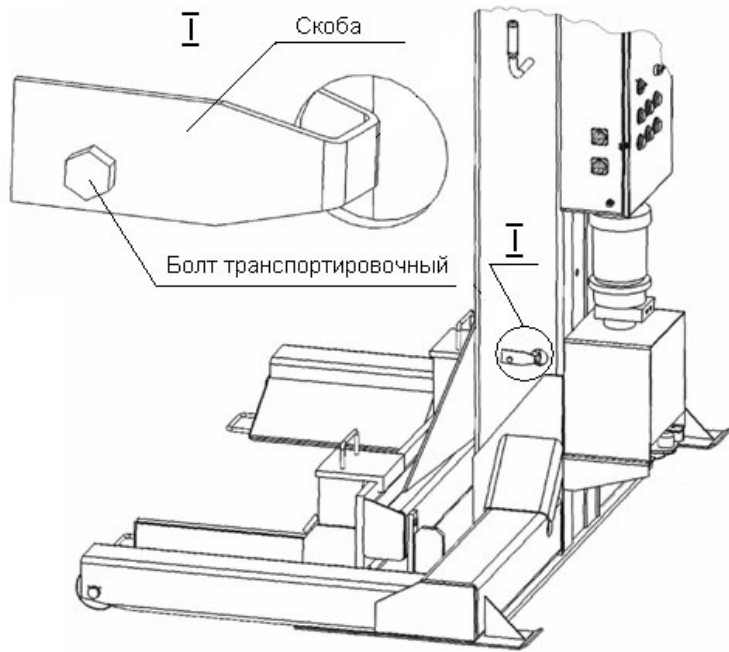

Рис. 5.
6.2.2. На каждой стойке демонтировать скобу, фиксирующую рейку системы синхронизации, расположенную внутри колонны, при транспортировке. Для демонтажа скобы вывернуть транспортировочный болт и вывести скобу из отверстия в колонне стойки (см. Рис. 5).